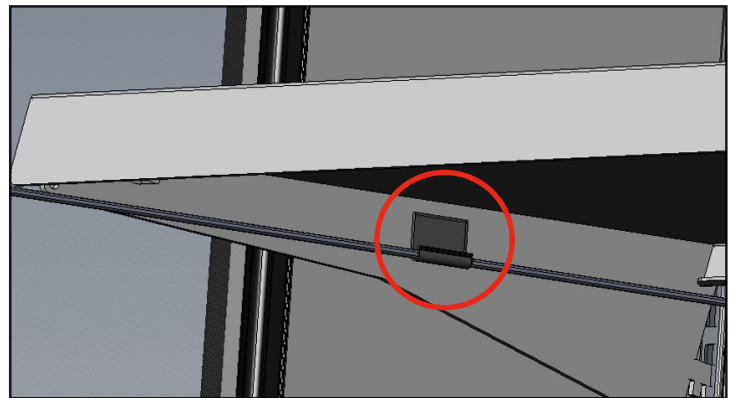

Fig. 4. Fije el cable de alimentación.
4. Fije el cable de alimentación con la sujeción en J de la ménsula del estante. Véase la fig. 4.